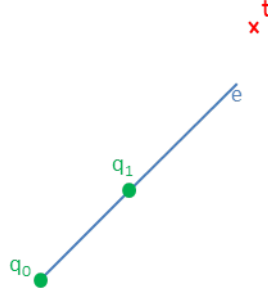

FIGURE 5 – Le point  $t$  ne peut être atteint par l'effecteur  $e$ .
- elle n'est pas surjective car  $f^{-1}$  n'est pas forcément définie partout (figure 5) ;